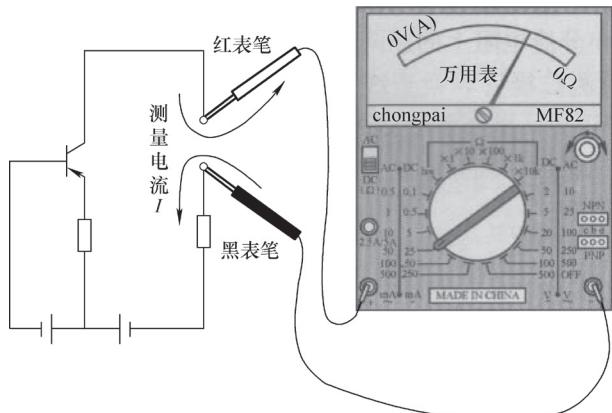

图 3-30 直流电流测量示意图
- ① 测量电压时，不要切断电路，而测量电流时则需要切断被测部位的电路，将万用表串接在电路之中，如图 3-30 所示。